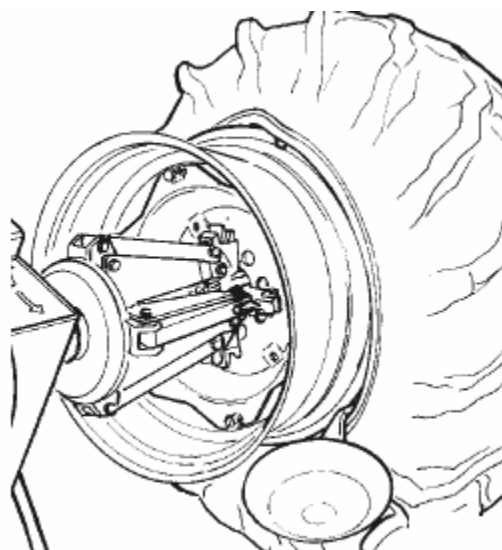

Рис. 25
8) Передвигайте рычаг вперед, пока красная точка не окажется на одной линии с внешней кромкой обода на расстоянии 5 мм от него (см. рис.25).